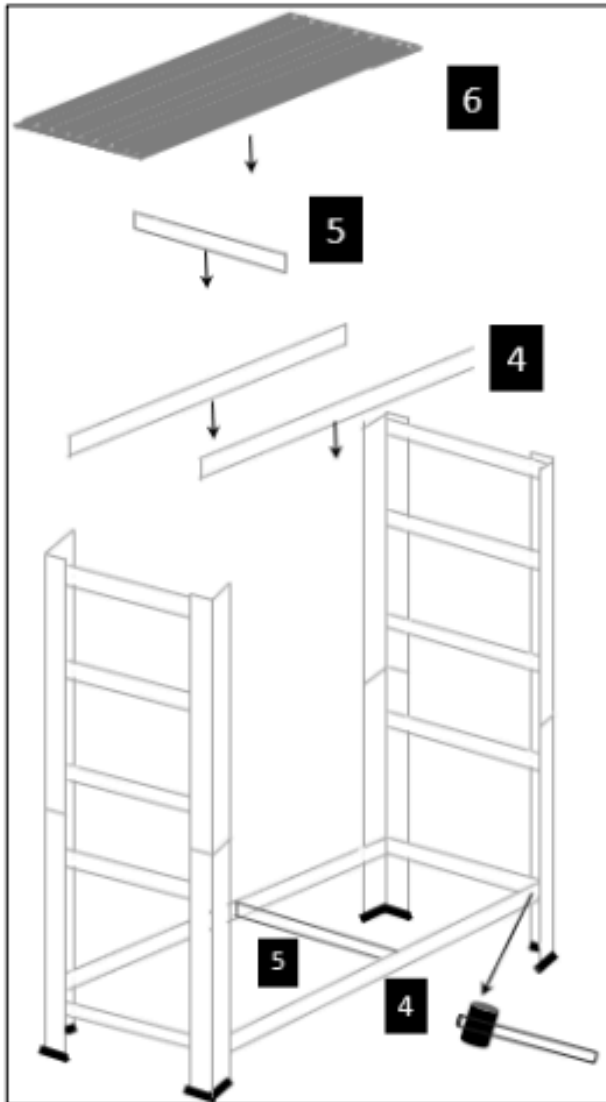

Abbildung 4
- **Schritt 4:** Die beiden Seitenelemente nun mit 10 Längstraversen (Bauteil B) verbinden. Bitte wieder den Gummihammer benutzen, auf die bündige Metallzunge und die gleiche Höhe zu den Quertraversen achten (siehe Abbildung 4).